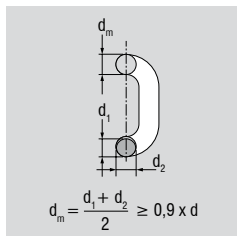

Fig. 11 : réduction de l'épaisseur d'un maillon
- Réduction de l'épaisseur d'un maillon en un point quelconque > 10% (fig. 11)